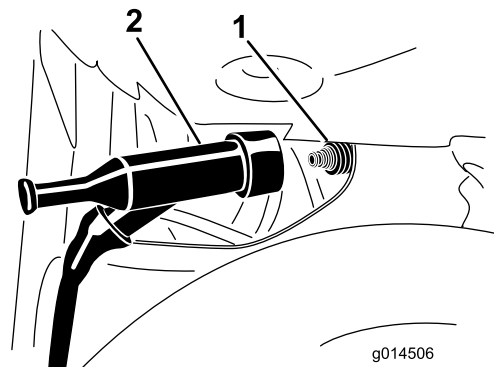

Figura 36
3. Desconecte el cable de la bujía del terminal de la bujía (Figura 36).
4. Conecte el cable de la bujía a presión en el terminal de la bujía (Figura 36).